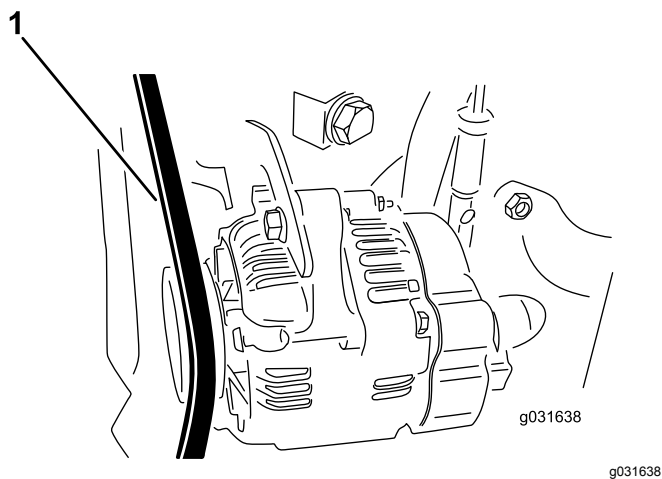

Bild 60
2. Wenden Sie eine Kraft von 30 N zwischen den Riemenscheiben auf den Lichtmaschinenriemen an (Bild 60).